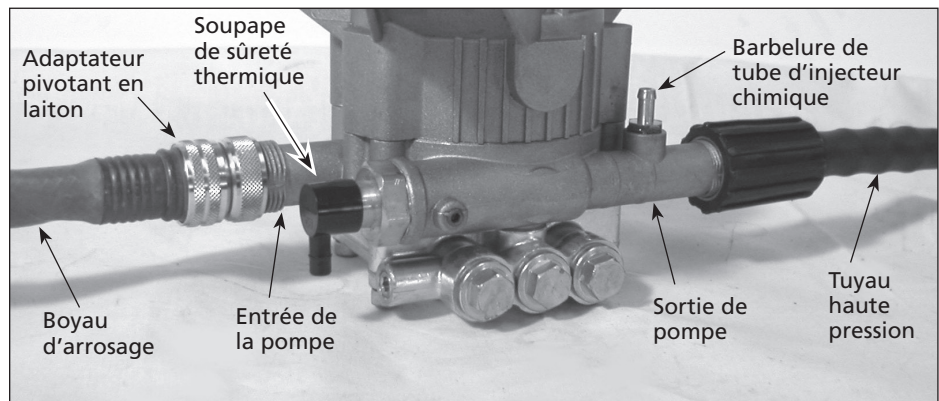
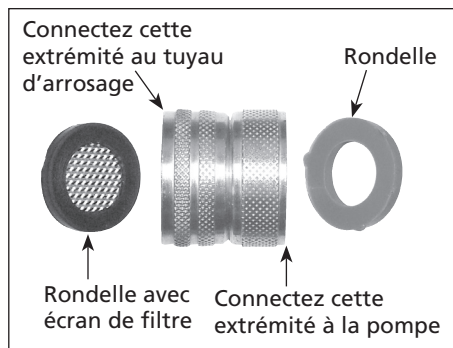

Figure 2 - Raccord de pompe
Figure 4 - Adaptateur articulé de laiton
4. Adaptateur pivotant en laiton (voir la figure 2). Si ce n'est pas déjà fait, assemblez l'adaptateur articulé de laiton et fixez-le à l'entrée de la pompe (voir figures 4 et 5). Assurez-vous de raccorder le bon côté de l'adaptateur articulé de laiton à la pompe.
- Connectez le flexible haute pression à la sortie de la pompe (voir les figures 2 et 6).